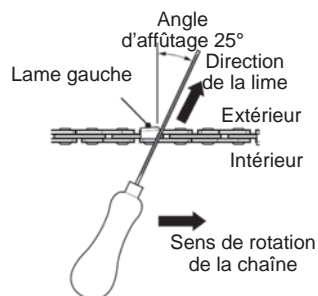

Fig.45
5. Limez perpendiculairement au guide-chaîne, selon un angle de 25° par rapport au sens de la marche (Fig. 45).